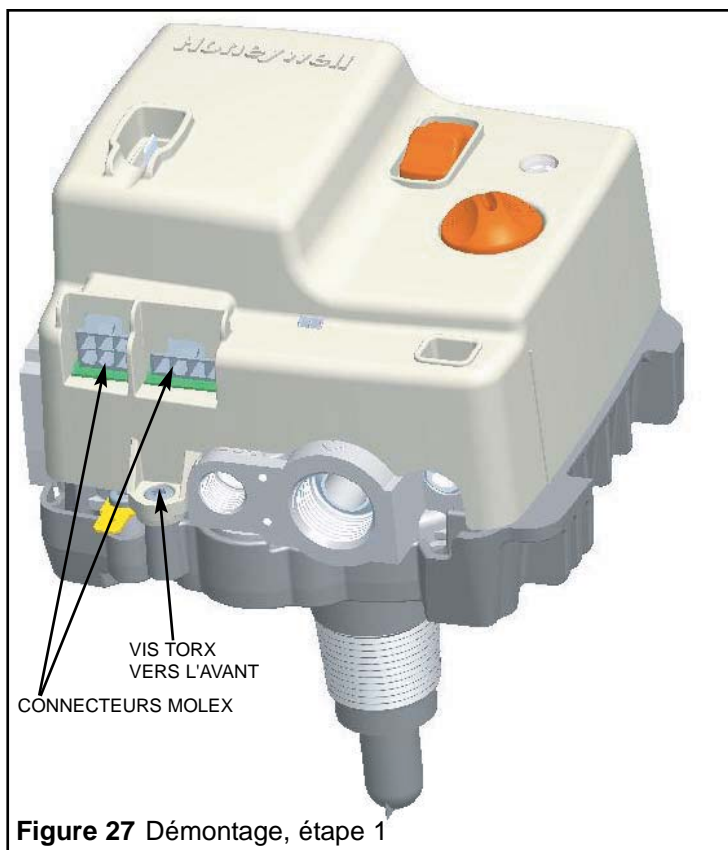

Figure 27 Démontage, étape 1
1. Retirez la vis Torx à l'avant ainsi que les deux connecteurs Molex au bas de la commande du gaz, comme illustré à la Figure 27.